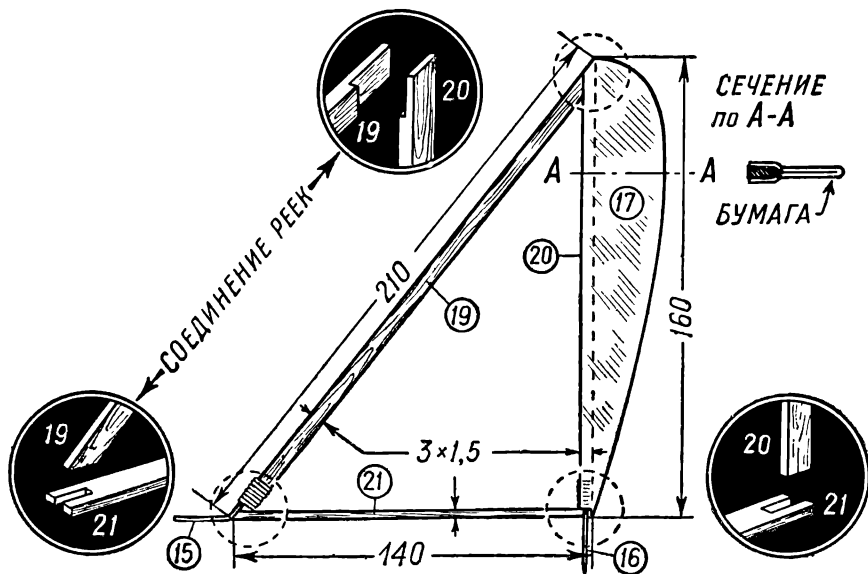

Рис. 54. Киль модели планера и его крепление к рейке.
Киль собирается точно так же, как стабилизатор (рис. 54). Он состоит из передней (19) и задней (20) кромок и нервю-